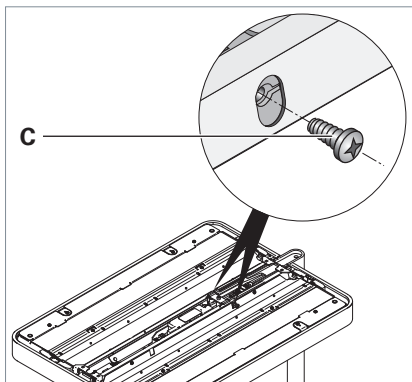

Fig. 21: Fixierung entfernen.
- Drehen Sie die beiden Fixierschrauben **C** heraus, siehe Fig. 21.